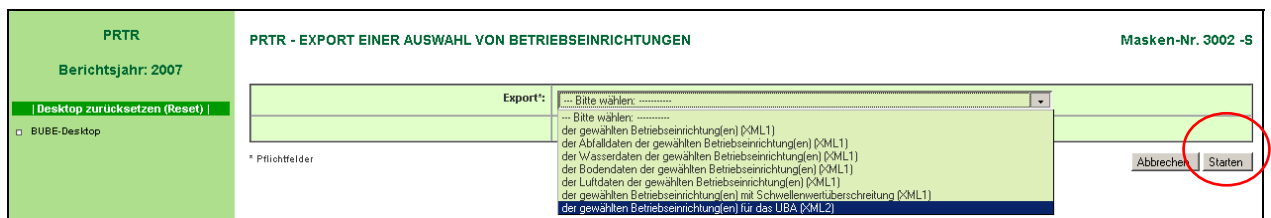

Abbildung 5: Formularmaske PRTR – Export einer Auswahl von Betriebseinrichtungen (Masken –Nr. 3002 –S) - Auswahlliste
Nachdem alle Datensätze auf der Formularmaske **PRTR- Betriebseinrichtungen – Liste** (Masken-Nr. 3111 –L) angezeigt werden, drückt der Anwender die Schaltfläche **Alle markieren** und für **alle** PRTR-Betriebseinrichtungen seines Bundeslandes werden die Häkchen automatisch in alle Auswahlkästchen gesetzt (Abbildung 2). Die Schwellenwertbetrachtung wird in einem übernächsten Schritt automatisch über die Funktion „Export der gewählten Betriebseinrichtungen für das UBA (XML2)“ vom System ausgelöst (siehe Abbildung 5).
- Über das Öffnen der Auswahlliste kann der Anwender die Funktion „der gewählten Betriebseinrichtung(en) für das UBA (XML2) auslösen die Schaltfläche **Starten** drücken (Abbildung 5).